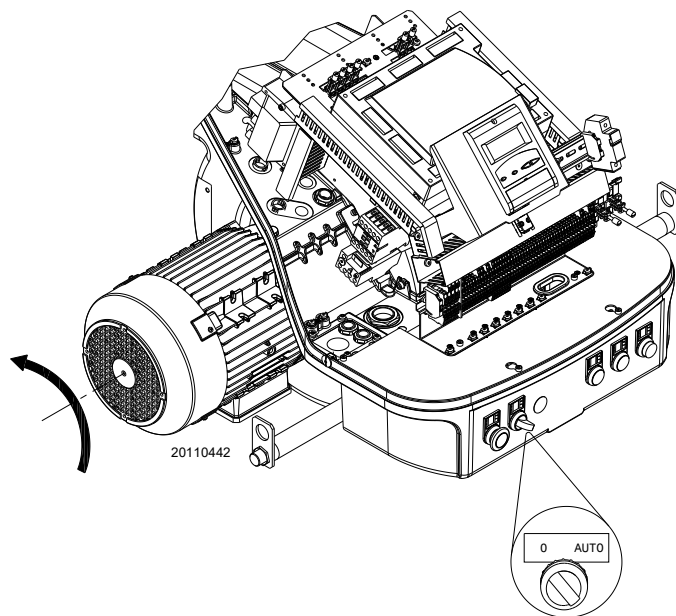

Рис. 26
Замкните термостаты/реле давления и установите выключатель (Рис. 26) в положение «АВТ».
Если они показывают наличие напряжения, остановите **немедленно** горелку и проверьте электрические соединения. Когда горелка запустится, проверьте направление вращения двигателя, как показано на Рис. 26.
- Установите выключатель Рис. 26 в положение «0» и подождите, пока автомат горения не выполнит процедуру отключения.
- переключателем **0-ABT** Рис. 26 на стр. 29 после снятия кожуха;